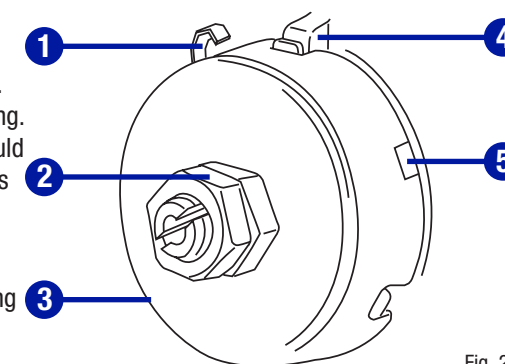

Fig. 20
**SPINDLE RETURN SPRING (Fig. 20)**